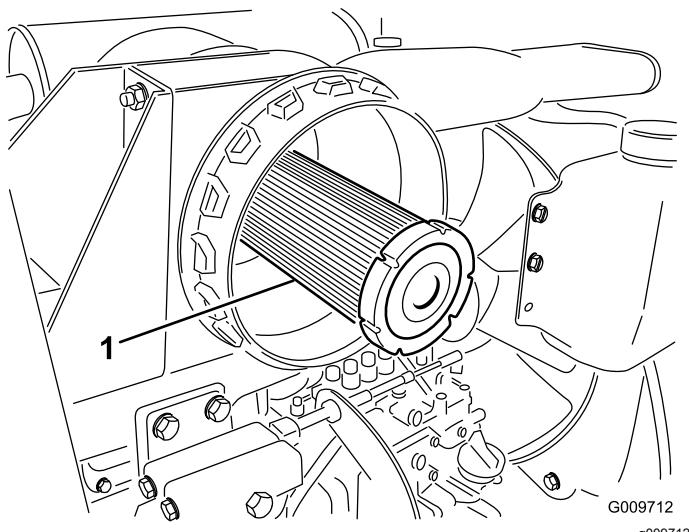

Figura 58
**Importante:** Nunca tente limpar o filtro de segurança (Figura 58). Substitua o filtro de segurança após três operações de manutenção do filtro primário.